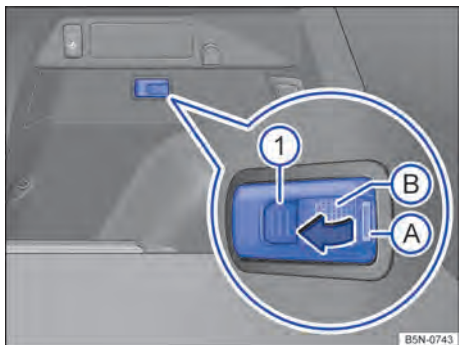

Fig. 223 À esquerda do compartimento de bagagem: lanterna removível (dependendo da versão).
Quando montada, a lanterna extraível acende na área → Fig. 223 (B) com a tampa do compartimento de bagagem aberta.
- Segurar a lanterna pela parte da frente → Fig. 223.
- Puxar a lanterna para fora do suporte no sentido da seta → Fig. 223.
- Pressionar a lanterna no suporte no sentido da seta → Fig. 223.